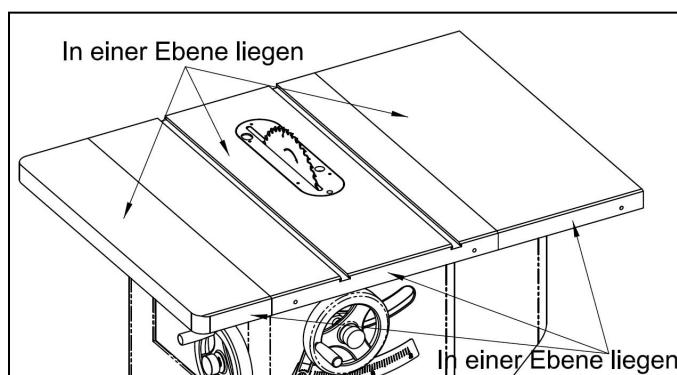

Abb. 6-1
- (1) Schalten Sie die Stromversorgung der Tischkreissäge aus!
- (2) Entfernen Sie die vorhandenen vorderen und hinteren Führungsschienen, den Anschlag, die Holzplatten usw. von der Tischkreissäge und behalten Sie die Hauptplatte der Tischkreissäge sowie die linken und rechten gusseisernen Nebenplatten bei, siehe Abb. 6-1.
- (3) Justieren Sie die Tischplatte so, dass alle Oberflächen der gusseisernen Tischplatten und die vorderen Enden in einer Ebene liegen, siehe Abb. 6-1.